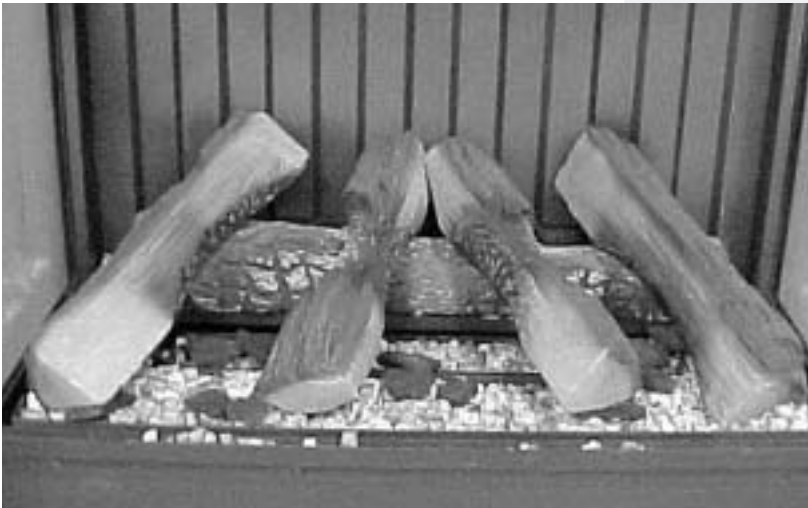

fig. 5
- Legen Sie danach die übrigen Blöcke ein, wie in Fig. 5 angegeben ist.